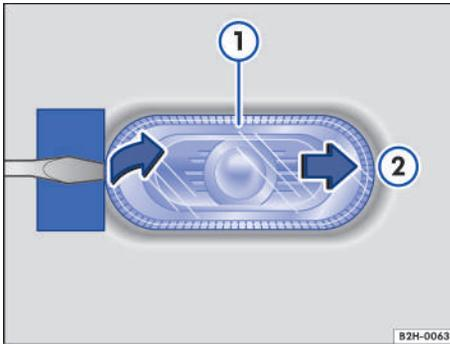

Fig. 153 En el lateral del vehículo: desmontar el intermitente lateral.
2. Introduzca la hoja plana del destornillador de las herramientas de a bordo en el lado del intermitente lateral que mira en el sentido de la marcha → . Desplace el intermitente lateral → **fig. 153**  hacia atrás en contra de la fuerza del muelle → **fig. 153** .